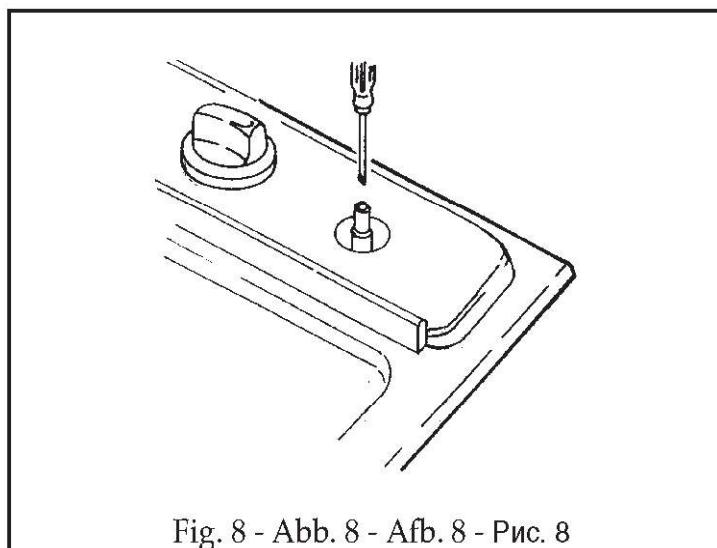

Fig. 8 - Abb. 8 - Afb. 8 - Рис. 8
- per la regolazione del minimo agire con opportuno cacciavite sulla vite posta sul rubinetto (Fig. 8) dopo averlo ruotato in posizione di minimo. Per GPL (butano/propano) avvitare a fondo.
- to adjust to the minimum, use a screwdriver on the screw placed on the tap (Fig. 8) after turning the tap to its minimum position. For LPG (butane/propane) screw tight.
- pour le réglage au minimum, tournez à l'aide d'un tournevis approprié la vis qui se trouve sur le robinet (Fig. 8) après avoir placé le robinet sur la position du minimum. Pour GPL (butane/propane) serrez à fond.
- bei der Einstellung des Mindestwertes, den Hahnhebel auf das Minimum drehen und die Einstellschraube am Hahn mit entsprechendem Schraubenzieher drehen (s. Abb. 8). Bei Betrieb mit Flüssiggas (Butan-/Propangas) Einstellschraube fest anziehen.
- para la regulación del mínimo, usar un destornillador apropiado en el tornillo puesto sobre la llave (Fig. 8) después de averlo girado en la posición de mínimo. Para GPL (Butano/propano) atornillar a fondo.
- *teneinde het minimum in te stellen draait men met een schroovedraaier de schroef aan de kraan (z. afb. 8), nadat deze op het minimum gedraaid werd. Bij toestellen die op vloeibaar gas (butaan/propaan) werken moet men de stelschroef vast aandraaien.*
- para a regulação do mínimo agir com uma oportuna chave de parafuso sobre o parafuso colocado na torneira (Fig. 8) depois de o ter rodado à posição mínimo. Para GPL (butano / propano) ataraxar a fundo.
- регулировку пламени на минимум, поворачивая отверткой винт, установленный на кране (Рис.8), после его установки в минимальное положение. Для сжиженного нефтяного газа (пропан-бутана) затяните винт до упора.